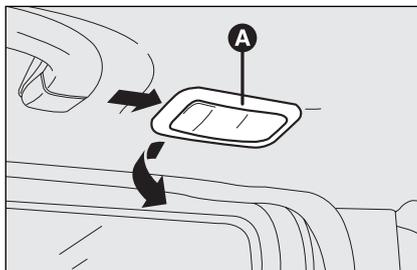

fig. 47
- mediante il cacciavite in dotazione, estrarre la plafoniera **A**-fig. 47 agendo nel punto indicato dalla freccia;